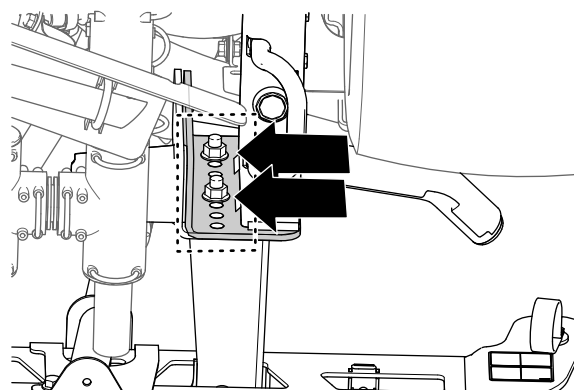

Figure 46
3. Avec un morceau de ruban adhésif, repérez les trous des 4 boulons à embase (1/2" x 1/4") et des 4 contre-écrous à embase (1/2") qui fixent les supports de la section de pulvérisation centrale à la plaque de montage de la machine (Figure 46).